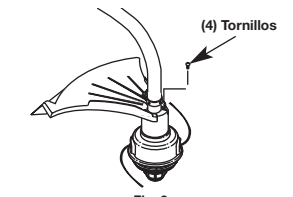

Fig. 3
3. Instale los tornillos con un destornillador Phillips (Fig. 3).